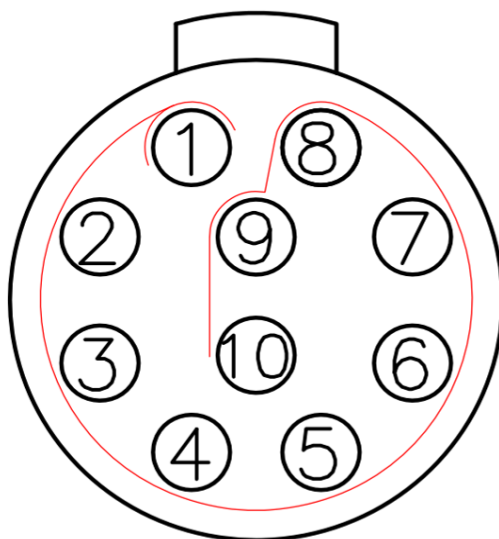

图 2 SMART 天线数据接口示意图
1. 将 SMART 天线配置线缆与基准站连接好。SMART 天线基准站数据接口如图 2所示，数据接口定义如表 3所示。